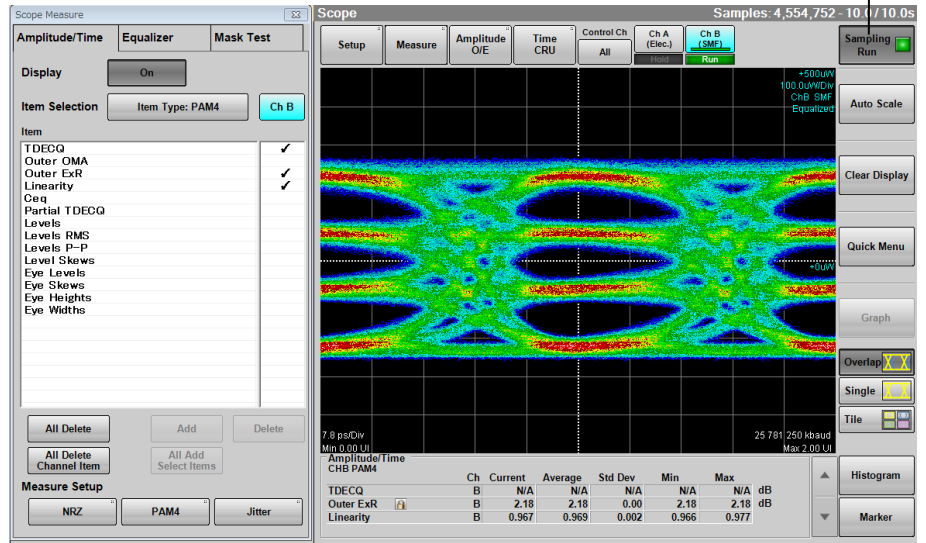

図 6.9.1.2-8 測定結果の表示例
21. イコライザで処理される前の波形を表示する場合は、図 6.9.1.2-7 の Display Equalized Waveform を [Off] にします。